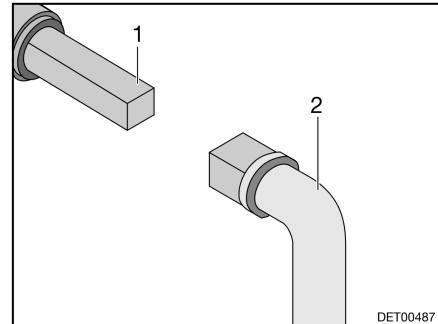

Fig. 103 Utilizzo del rubinetto di scolo delle acque grigie
- Inserire la chiave (Fig. 103,2) sul perno quadro (Fig. 103,1).